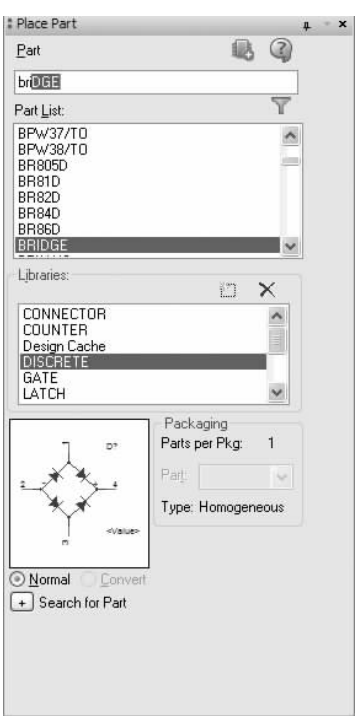

图 6-124 选择元器件 BRIDGE
3) 放置整流桥 (二极管) 元器件。在“Place Part (放置元件)”面板中选择“Discrete. olb (分立式元件库)”，在元器件过滤列表框中输入“briDGE”，在元件预览窗口中显示符合条件的元器件，如图 6-124 所示。在元器件列表中选择“BRIDGE”，将元器件放置到图样空白处。